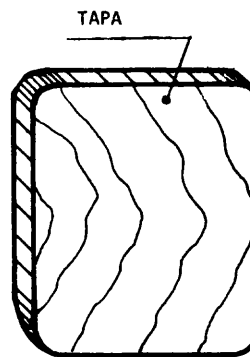

Fig.4
- a Rebaje con una escofina, alisando las caras del núcleo y redondeando sus vértices (fig.4).